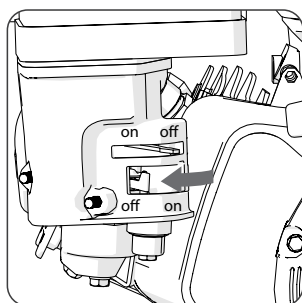

Abb. 5
- Stellen Sie den Kraftstoffhahn auf 'OFF'. (Abb. 5)